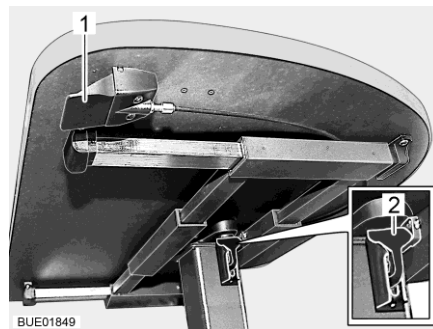

Bild 55 Lyftbord med frigöringsknapp
- Dra eller tryck låsarmen (Bild 55,2) nedåt.
- Tryck låsarmen (Bild 55,2) uppåt.
- Tryck på frigöringsknappen (Bild 55,1) och håll den intryckt. Bordsskivan åker själv upp till det övre ändläget.
- Släpp frigöringsknappen (Bild 55,1). Bordsskivan stannar i den valda positionen.
- Tryck på frigöringsknappen (Bild 55,1) och håll den intryckt.
- Släpp frigöringsknappen (Bild 55,1). Bordsskivan stannar i den understa positionen.